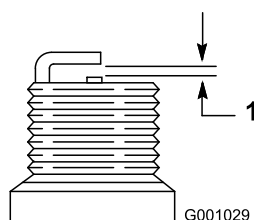

Figure 58
7. Réglez l'écartement des électrodes de la nouvelle bougie à 0,76 mm (0,030") (Figure 58).